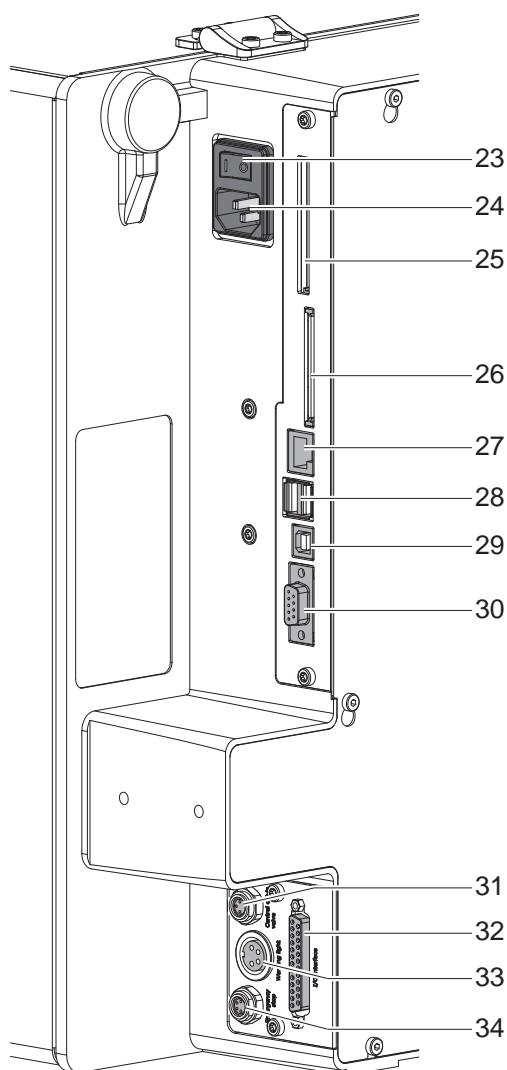

Bild 6 Anschlüsse
Die serienmäßig vorhandenen Schnittstellen und Anschlüsse sind in Bild 6 auf Seite 8 dargestellt.
2. Netzkabel in Netzanschlussbuchse (24 / Bild 6) stecken.
- ▶ Drucker am Netzschalter (23 / Bild 6) einschalten.